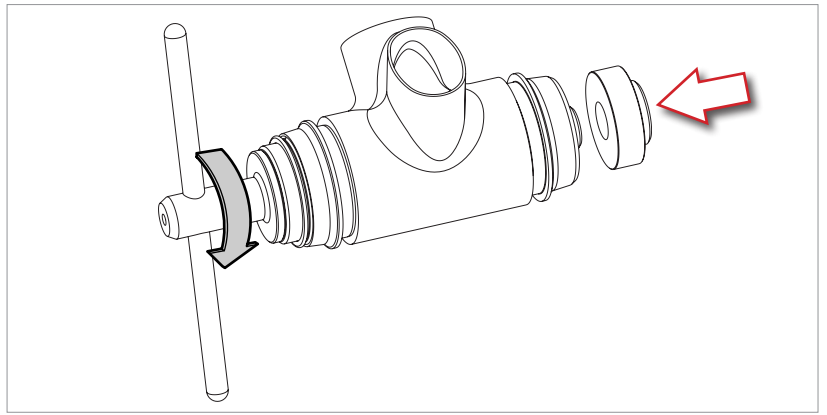

Fig.5
- Avvitare l'utensile UT-BB240 nella guida calotta sinistra fino ad appoggiarvi alla calotta stessa (Fig. 5).